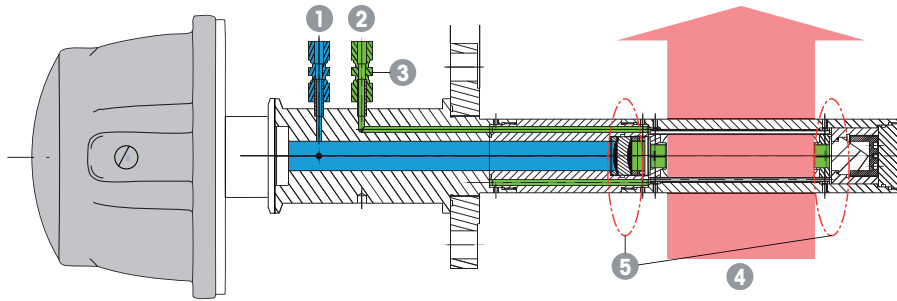

Abbildung 7 Konfiguration der Spülung einer standardmäßig gespülten Lanze (SP)
Abbildung 7 auf Seite 41 und Abbildung 17 auf Seite 46 zeigen weitere Einzelheiten zu den Spülanforderungen für die standardmäßig gespülte Lanze (SP) sowie für die typische Konfiguration der erforderlichen externen Durchflussmessgeräte (Rotameter), die zur Versorgung und Steuerung des Spülgasstromes verwendet werden.